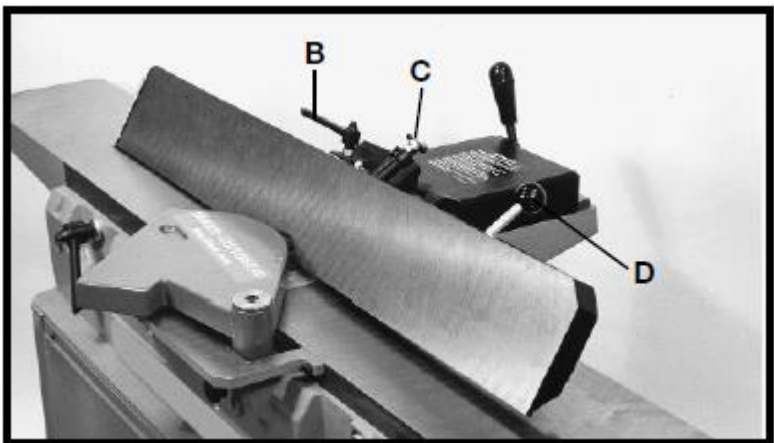

Рис. 28
Для наклона параллельного упора вправо или влево ослабить рукоятку (B), рис. 28, вытянуть плунжер (C) и рычагом (D) наклона параллельного упора установить параллельный упор под требуемым углом, затем надёжно затянуть рукоятку (B).
ПРИМЕЧАНИЕ: рукоятка (B), рис. 28, подпружиненная, и её можно переставлять, вытягивая рукоятку и переставляя её по зубчатой гайке, расположенной под рукояткой.